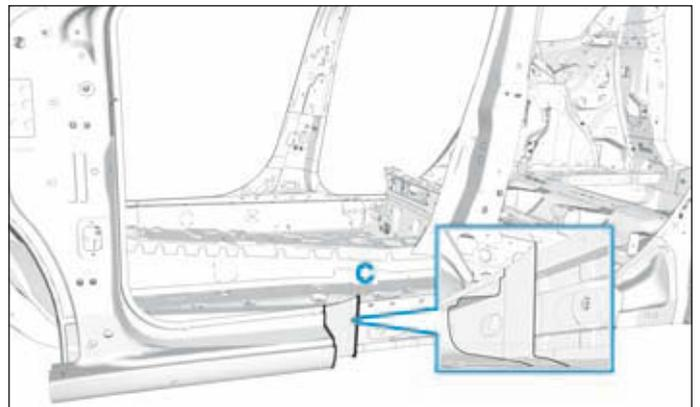

FIG.55
- Tenir compte du détail de coupe (Fig.55).